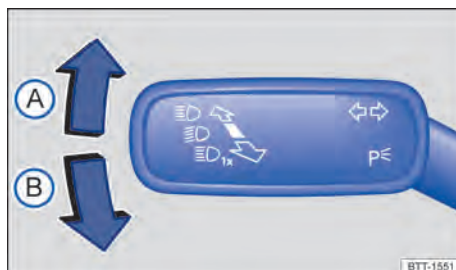

Abb. 89 An der Lenksäule links: Blinker- und Fernlichthebel.
2. Hebel aus der Mittelstellung in die gewünschte Position bringen → Abb. 89.